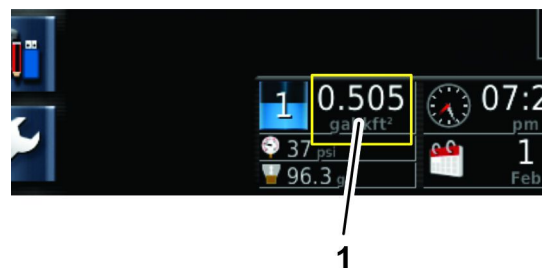

図 142
3. 目標散布率がダッシュボードに表示されるのを待つ 図 142。